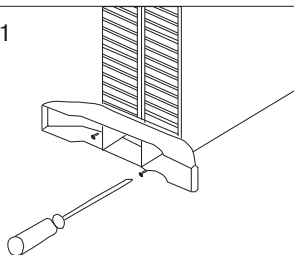

Рис. 2
- Убедитесь, что переключатели мощности (3) находятся в положении «**выкл**», если прибор выключен индикаторы переключателей не будут гореть (рис. 2).
чатели мощности (3) находится в положении «**выкл**» (устройство выключено), если прибор выключен индикаторы переключателей не будут гореть (рис. 2).
- Установите переключатели мощности (3) в необходимое положение:
- кнопка 750 Вт (3) (рис. 2);
- кнопка 1250 Вт (3) (рис. 2);
- если оба переключателя мощности (3) находятся в положении «**вкл**», то прибор будет работать на максимальную мощность 2000 Вт (рис. 2).
- Для максимальной тепловой мощности, термостат (4) так же должен быть включен, чтобы включить термостат (4) на максимальную мощность, поверните переключать по часовой стрелки до максимального значения (рис. 2).
- Когда будет достигнута желаемая комнатная температура, ручку термостата (4) следует повернуть против часовой стрелки пока не услышите, как термостат отключился и не станет видно, что индикаторы на переключателях мощности (3) погаснут. (**Важно:** прибор не выключен.) После этого обогреватель будет поддерживать заданную температуру воздуха в помещении, включаясь и выключаясь автоматически.
- Для выключения устройства установите переключатели мощности (3) в положение «**выкл**» если прибор выключен индикаторы переключателей не будут гореть (рис. 2), после чего отключите прибор от электрической сети.